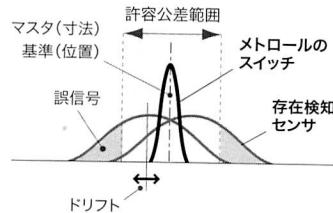

図1 繰返し精度の正規分布
①機械の動作を高精度に制御できるので、品質工学に沿った良品生産体系ができる(図1)。
②誤信号によるチョコ停が減らせる、機械の稼働率の向上がはかる(MTBFの向上)。
③信号点の設定を機械設計図(CAD)上でできるので、現物合わせ作業を改善できる。
④ドリフトがないので頻繁なマスタ合せを省ける。
⑤測定子の形状を検知物に応じて変えられるので仲介アクチュエータの省略、小型化、コスト低減がはかる。
⑥連続的微小変位の検知が逃がし機構なしでできる。